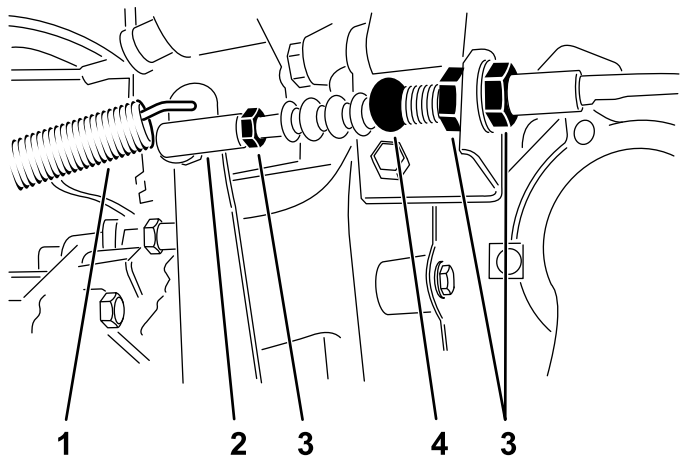

Figura 61
1. Alivie as porcas de retenção que fixam o cabo ao suporte no cárter do volante (Figura 61).